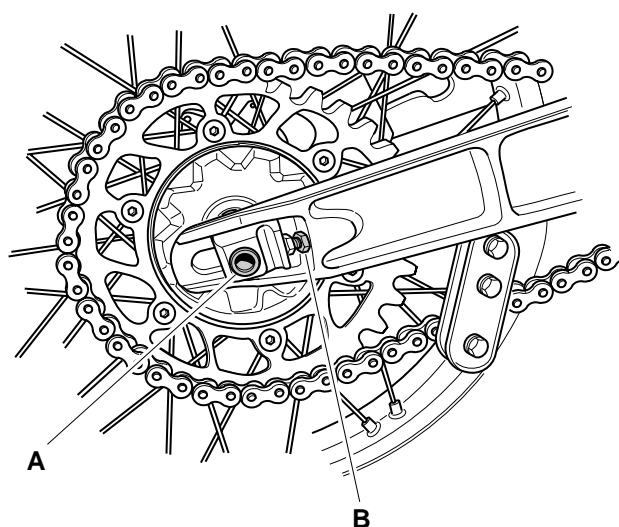

Fig. 33
1. Allentare il dado "A" (Fig.33) sul perno della ruota.
1. Remove the nut "A" (Fig.33) from the wheel shaft.
1. A die Mutter "A" (Abb.33) der Steckachse abschrauben.
1. Dévissez l'écrou "A" (Fig.33) de l'axe.